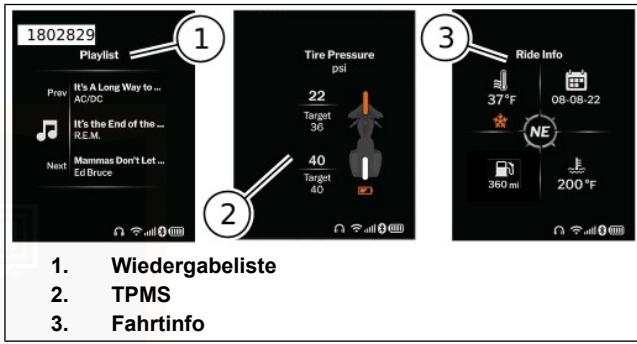

Abbildung 37. Widget-Optionen
Siehe Abbildung 37. **Playlist:** Das Widget „Playlist“ (1) zeigt die aktuellen Wiedergabelisten-Informationen von einem verbundenen Gerät an. Diese Informationen umfassen den Titel und den Namen des Interpreten.